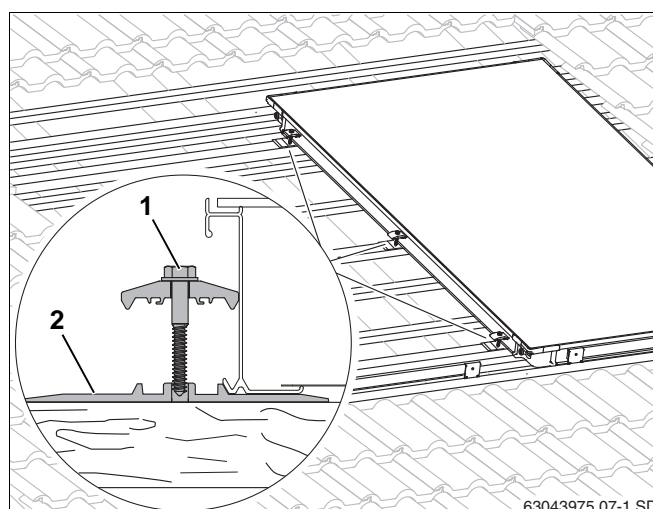

Fig. 24 Dobbeltsidet nedholder på første solfanger
- ▶ Løft solfangeren en smule, og skub underlagspladen (fig. 24, **pos. 2**) med den dobbeltsidede nedholder på den 2. og 3. ekstra lægte samt på en eksisterende lægte midt på solfangeren og ind under solfangeren, så delene støder mod solfangerkanten forned.
- ▶ Til skruen (fig. 24, **pos. 1**) skal der forbores med et 4 mm-bor. Brug mærkerne i underlagspladen til markering.